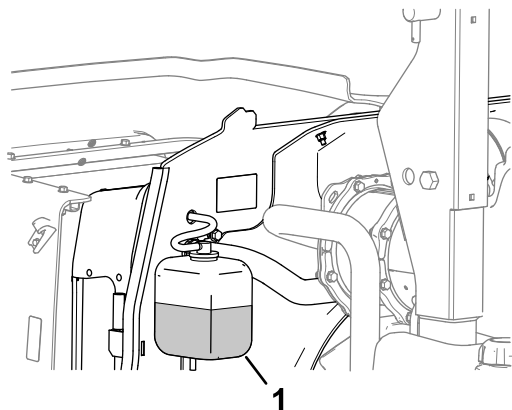

Figura 66
1. Controllate il livello di refrigerante nel serbatoio di espansione (Figura 66).